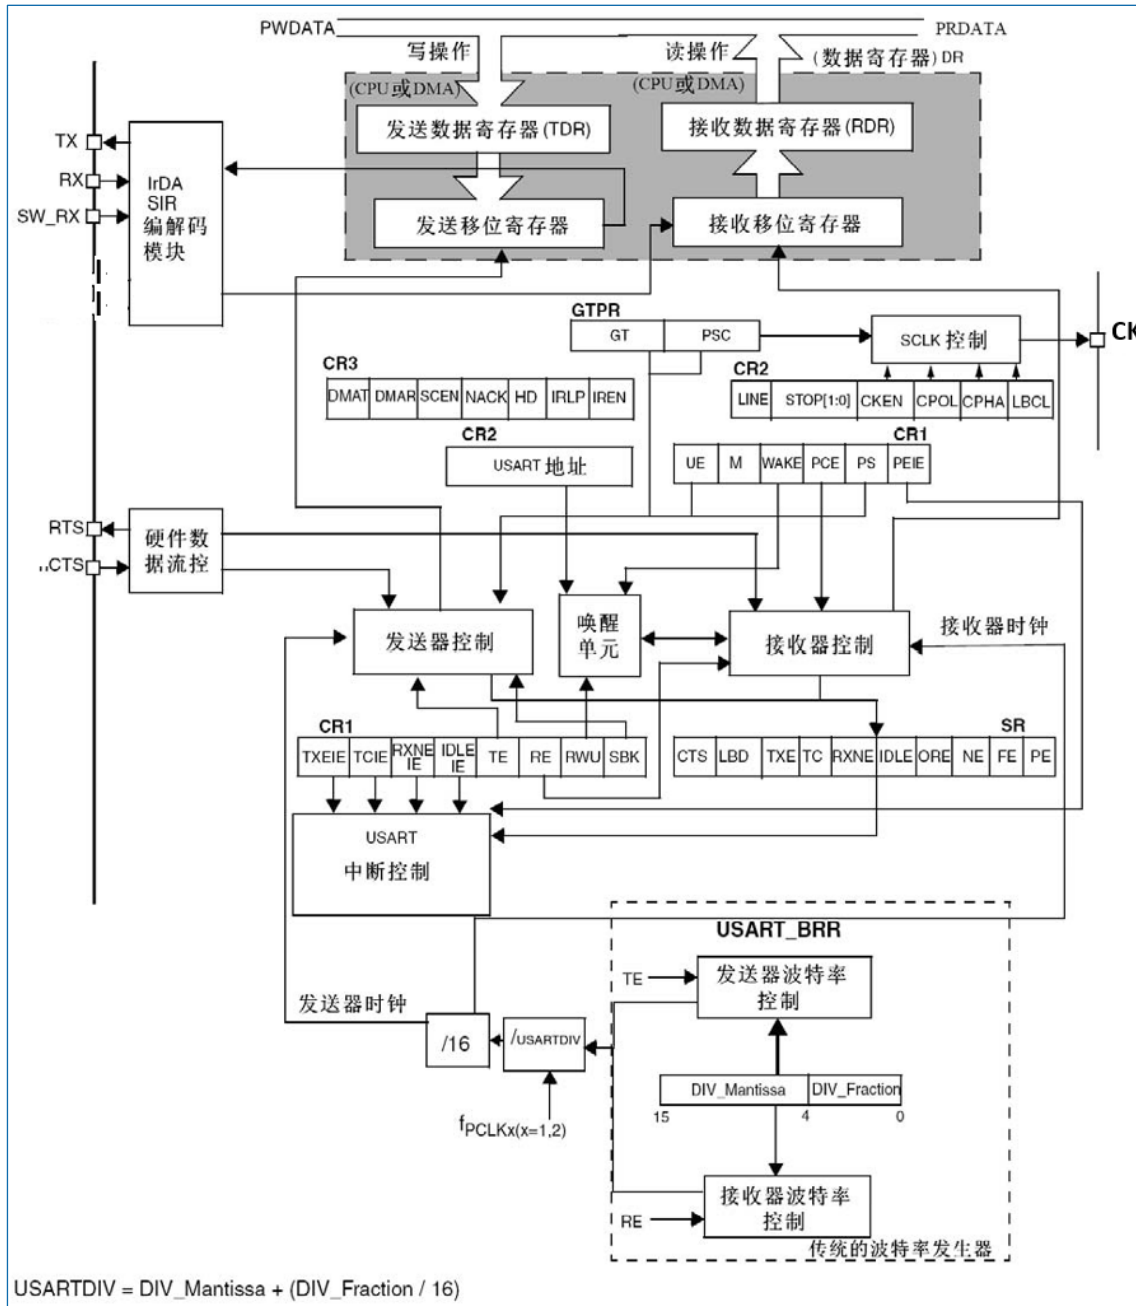

图 21-1 USART 框图
接口通过三个引脚与其他设备连接在一起（详见图 21-1）。任何 USART 双向通信至少需要两个管脚：接收数据输入 (RX) 和发送数据输出 (TX)：
在 USART 发送期间, 在 TX 引脚上首先移出数据的最低有效位。在此模式里, USARTx_DR 寄存器包含了一个内部总线和发送移位寄存器之间的缓冲器 (详见图 21-1)。